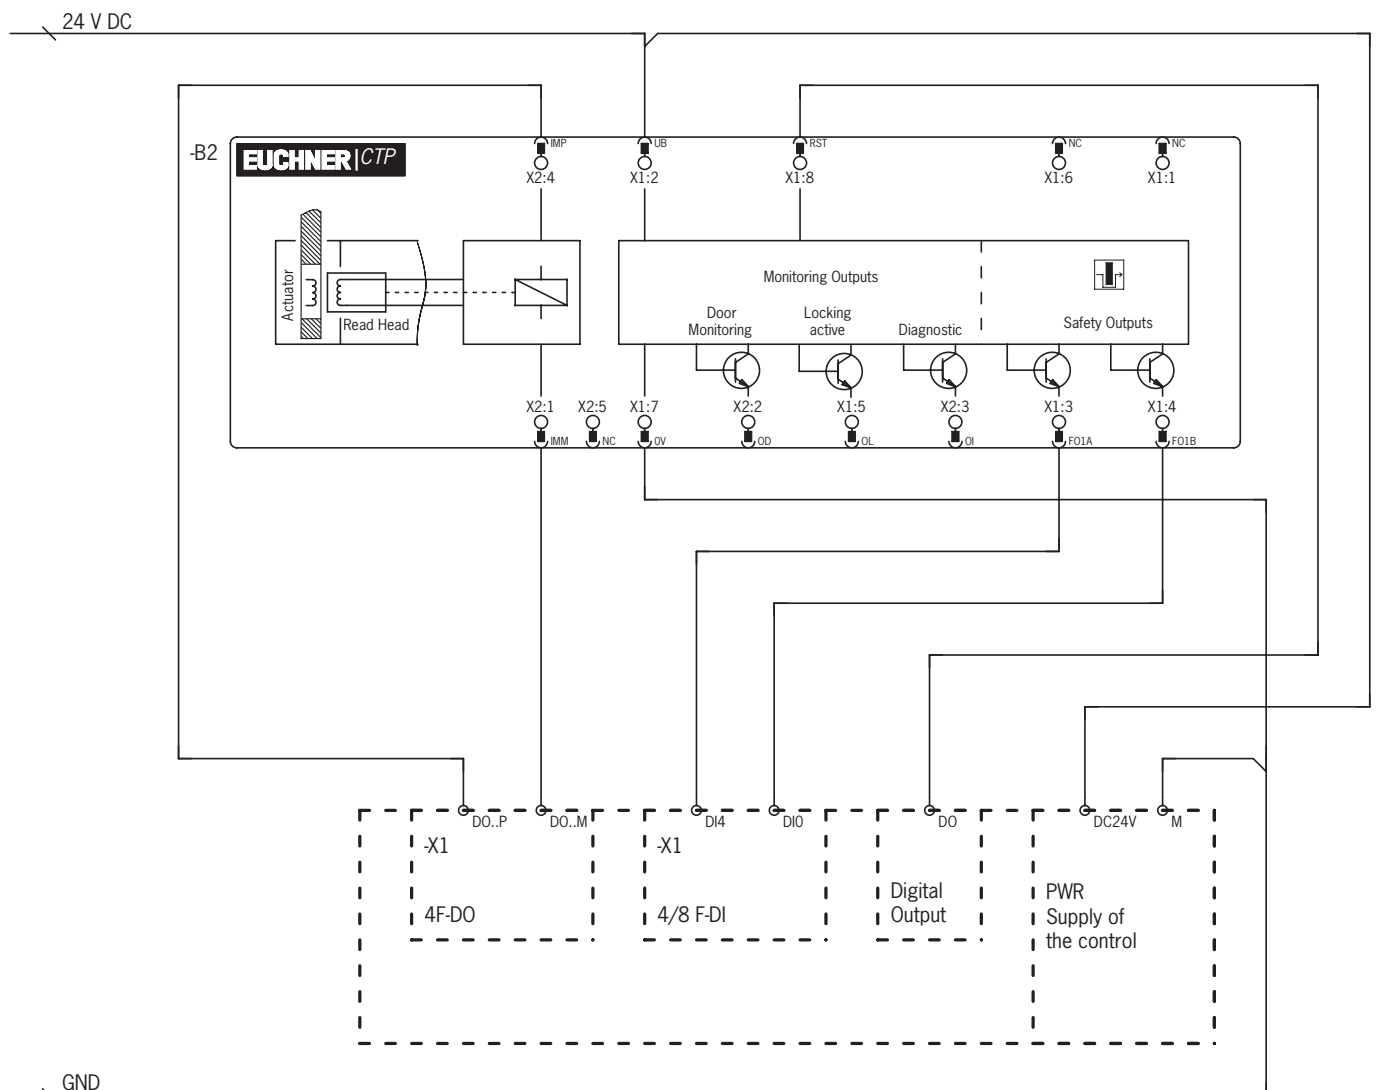

Figura 4: Ejemplo de conexión a ET200
- En caso de accionamiento de doble canal de la tensión del solenoide mediante salidas seguras en un sistema de control deben tenerse en cuenta los siguientes puntos (véase también la *Figura 4 en la página 20*):